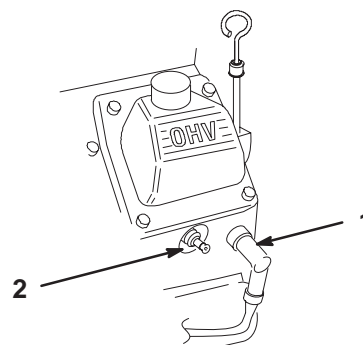

Figure 40
2. Débranchez les fils des bougies (Fig. 40). Nettoyez la surface autour des bougies pour éviter que des impuretés n'endommagent le moteur en tombant à l'intérieur.
3. Connectez les fils aux bougies (Fig. 40).